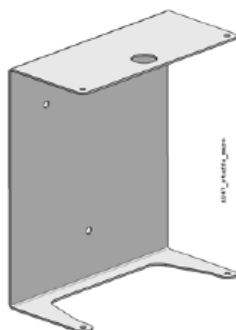
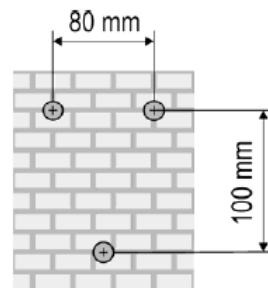

Fig. 3.5.1 - bride murale
Fig. 3.5.2 - trous sur le mur
Pour l'installation murale utiliser la bride indiquée sur la Fig. 3.5.1 avec les vis fournies avec l'équipement. La bride peut être utilisée comme gabarit pour marquer les trous sur le mur de la manière indiquée sur la Fig. 3.5.2.
- Faire 3 trous de 6mm de diamètre et 30mm de profondeur dans le mur, comme indiqué sur la Fig. 3.5.2;